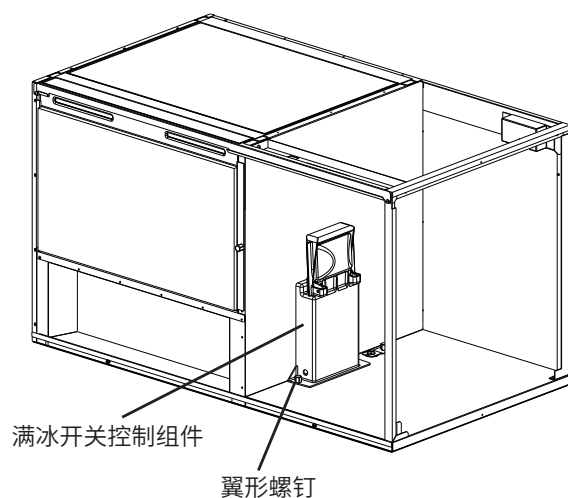

图3
- b. 从制冰机内卸下翼形螺钉和储冰控制冰开关,如图3所示。